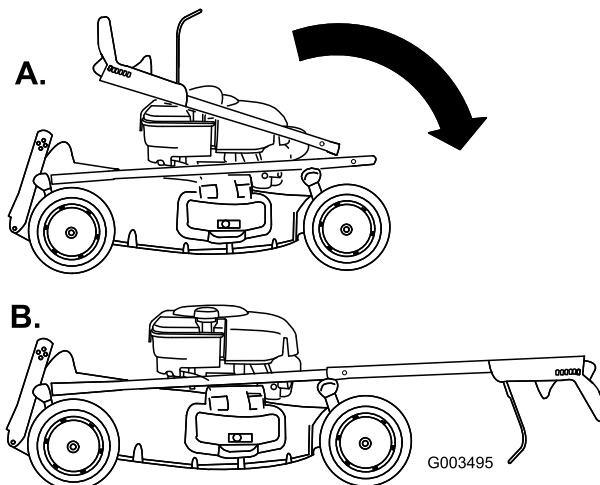

Figura 4
3. Inclinate in avanti con cautela la sezione superiore della stegola e appoggiatene le estremità sulla sezione inferiore, in modo che siano allineate, l'una all'interno dell'altra (Figura 4).